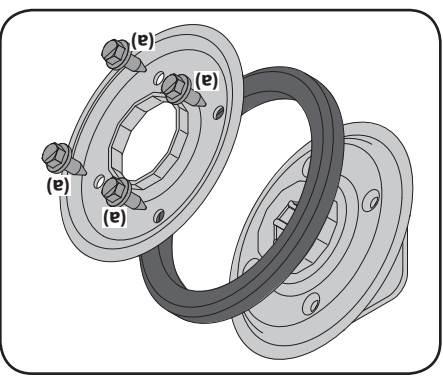

Figure 4-22
1. Enlevez les quatre vis (a) qui maintiennent les plaques latérales de la roue de frottement. Voir la Figure 4-22.